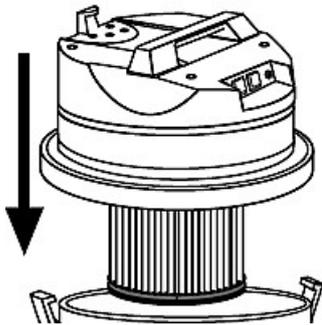

Abb. 6: Montage des Motorkopfes
- Setzen Sie den Motorkopf auf den Behälter und mit den Klammern links und rechts befestigen. (Abb. 6).